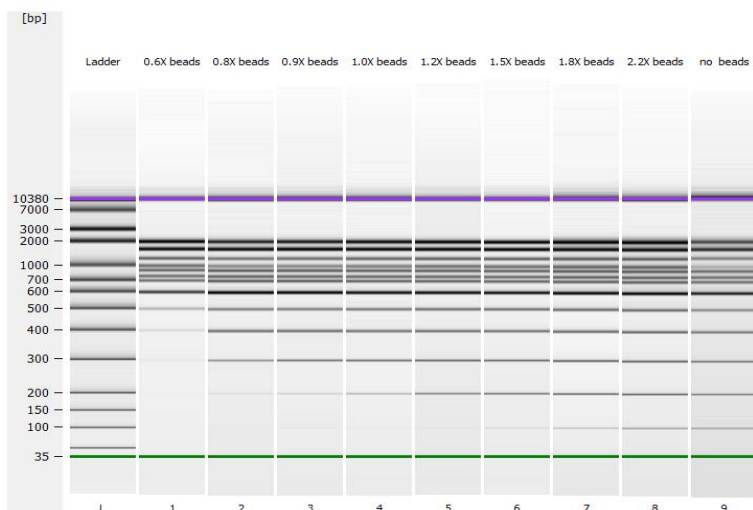

图 2 DNA 纯化检测结果
4.1.2 颠倒或旋涡振荡使磁珠溶液充分混匀, 吸取一定体积(具体根据样品情况而定, 可参考图 2 DNA 纯化参考条件)磁珠溶液加入 DNA 样品中, 使用移液器轻轻吸打 10 次充分混匀。